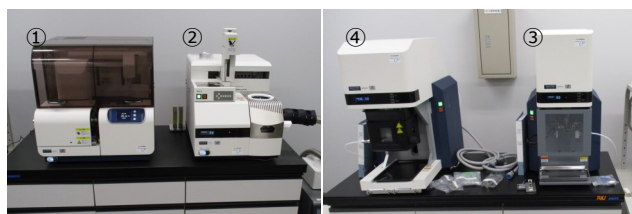

図1 熱分析システム外観
熱分析システムは、①示差熱重量同時測定装置(TG/DTA)、②示差走査熱量計(DSC)、③熱機械分析装置(TMA)、④固体用動的粘弾性分析装置(DMA)から構成されています(図1)。熱分析システムは、試料を加熱しながら、重量、熱量、寸法変化、粘弾性(貯蔵弾性率や損失弾性率)の変化を測定する装置です。素材の融点、熱分解温度、ガラス転移温度、線膨張係数など様々な熱特性を評価することができます。